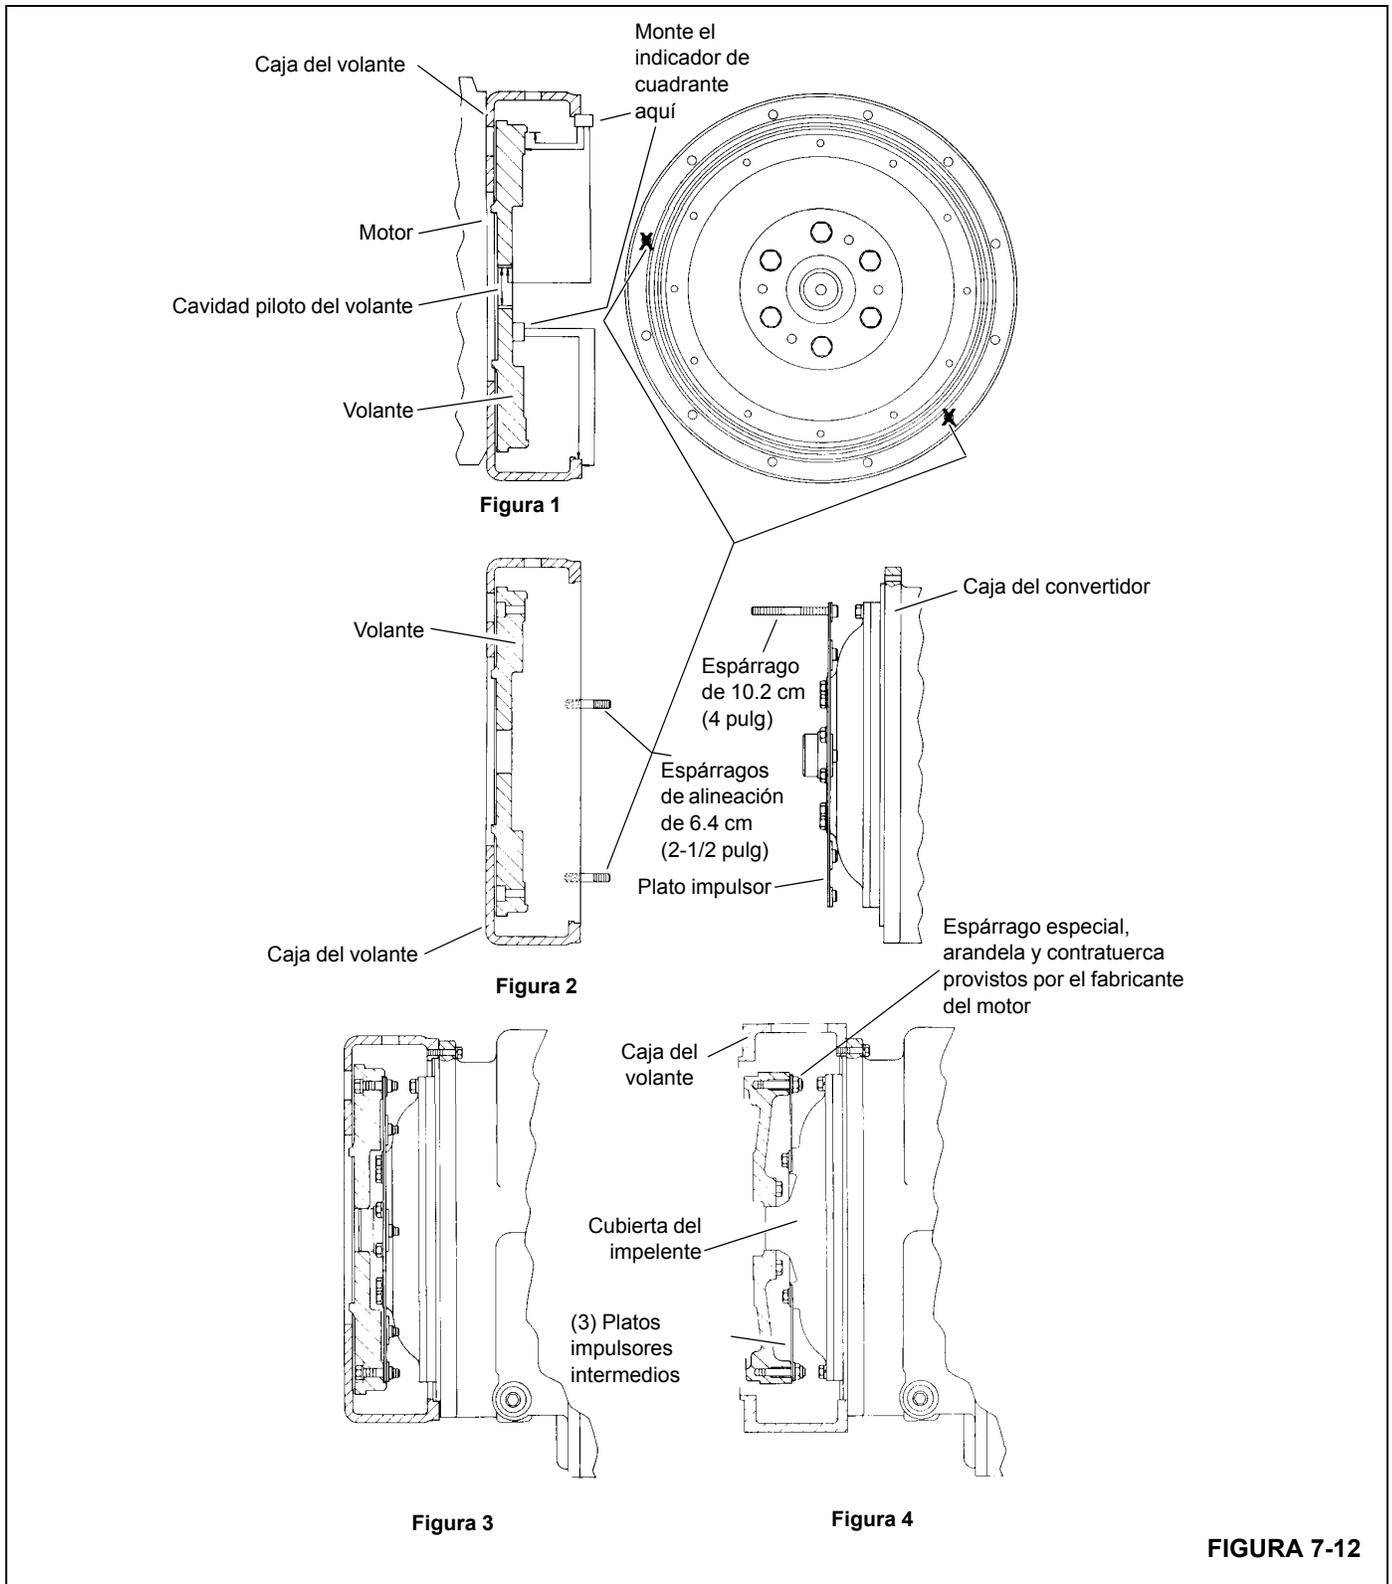

FIGURA 7-12
**NOTA:** Consulte la Figura 7-12.